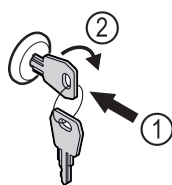

Fig. 191
- ▶ Zatlačte kľúč Fig. 191 (1).
- ▶ Otočte kľúč o 90° v smere hodinových ručičiek Fig. 191 (2).